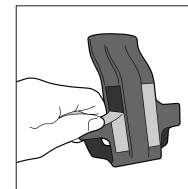

Fig. 13
2. Ta bort det självhäftande skyddet från baksidan av det medföljande Dual Lock-kardborrebandet (fig. 13).